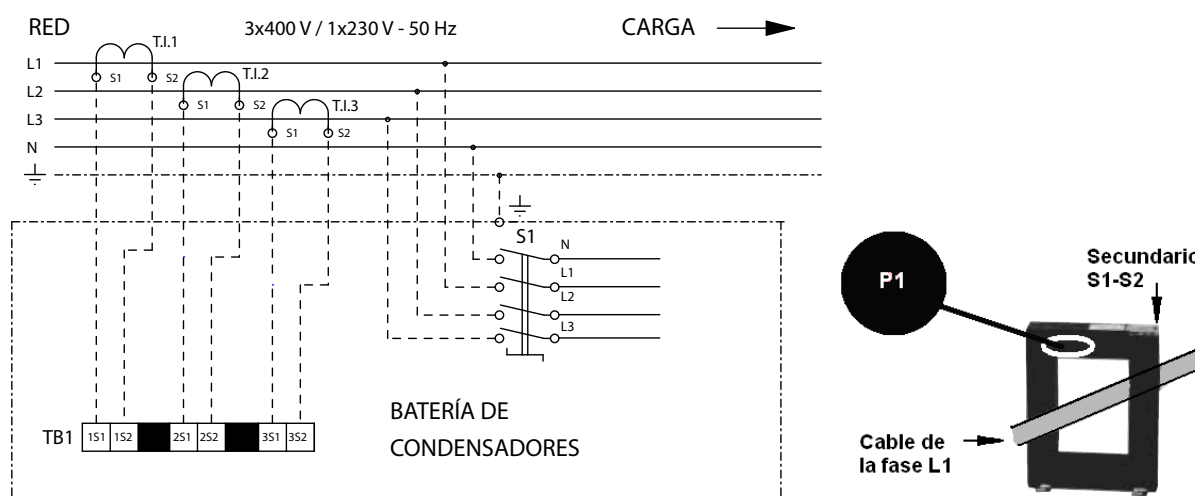

Figura 11: Instalación de los transformador de corriente (TC) externo.
3.9.- CONEXIÓN DEL TRANSFORMADOR DE CORRIENTE (TC)
Para los equipos estándar que incorporan un analizador de redes CVM-MINI-RS485 : Es necesario colocar 3 transformadores de corriente (TC) exteriores a la batería de condensadores, uno en cada una de las fases, midiendo la corriente total de la carga más la propia de la batería (Figura 11).
El transformador estándar debe tener salida nominal de 5 A en el secundario. Es obligatorio, para una correcta medida de potencias y ángulos, el conectar el TC a cada fase con el sentido de la corriente de P1 a P2 (Figura 11) y conectar el secundario (bornes S1, S2) a los bornes del mismo nombre de la batería (ver Figura 11 y Figura 12).